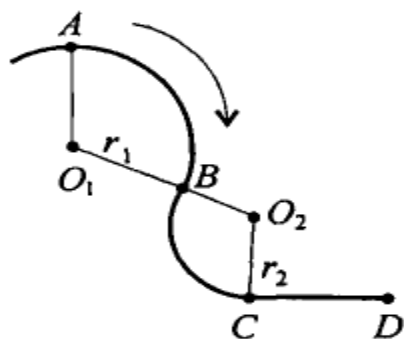

Рис. 6. Криволинейная траектория движения точки
4. Как изменятся касательное и нормальное ускорения при прохождении точки через криволинейные участки траектории B и C ? Скорость движения считать постоянной. Радиус участка $AB=15$ м, радиус участка $BC=7$ м. (рис. 6).